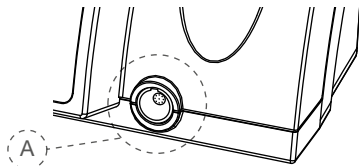

Fig. 2 Anslutning, sedd framifrån
5. Anslut mikromotorkabelns stickkontakt till uttaget (fig. 2, A) på framsidan av styrenheten.
Uttaget (fig. 2, A) är en normal insticksanslutning. Rikta in den röda punkten på stickkontakten vertikalt och efter styrningen i uttaget. Skruva inte in stickkontakten i uttaget. Håll i metalländen när kabeln dras ur. Skruva inte ur stickkontakten.